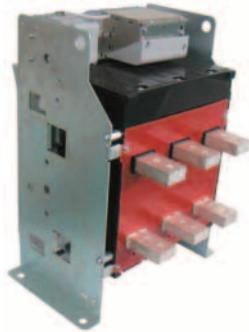

図5 制御回路端子
⑪ (OCR) (オプション)	遮断器本体前面を覆うプラスティックカバーです。
⑫ フロントカバー	形式、適用規格、定格遮断容量等を記載しています。
⑬ 定格銘板	極数、操作方式、付属品、製造番号等を記載しています。
⑭ 仕様銘板	外部制御電線を接続する端子です。端子形状はM4ねじ端子です。図5に制御回路端子を示します。
⑮ 制御回路端子